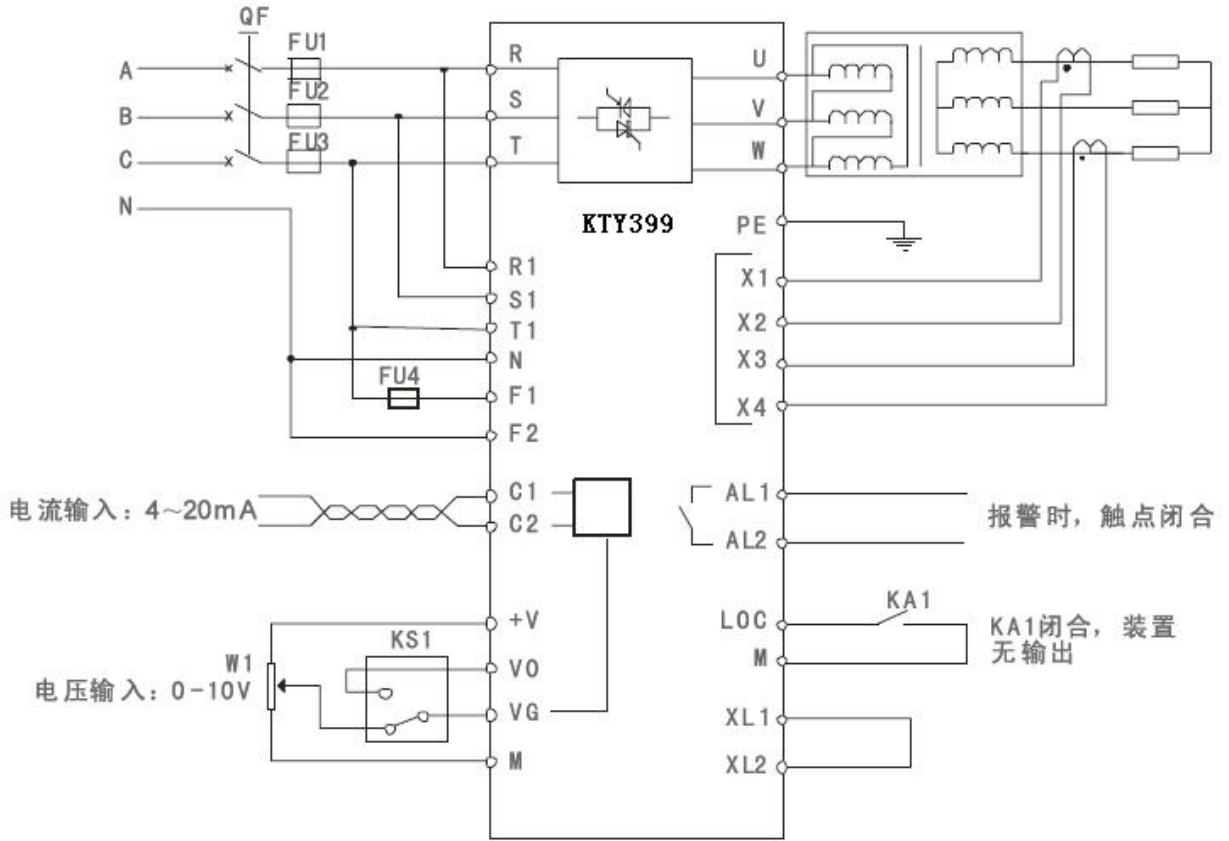

图4-5-3 KTY399应用于低电压、大电流负载的电流闭环控制
- 图4-5-3中电流反馈取自变压器的二次侧，此方法可精确恒定负载电流。由于标准配置的恒流型调压器在出厂时电流反馈信号取自调压器输出端（相当于图中变压器一次侧），**如要按图4-5-3的方式接线，可在订货时提出或在使用时向我们联系。**